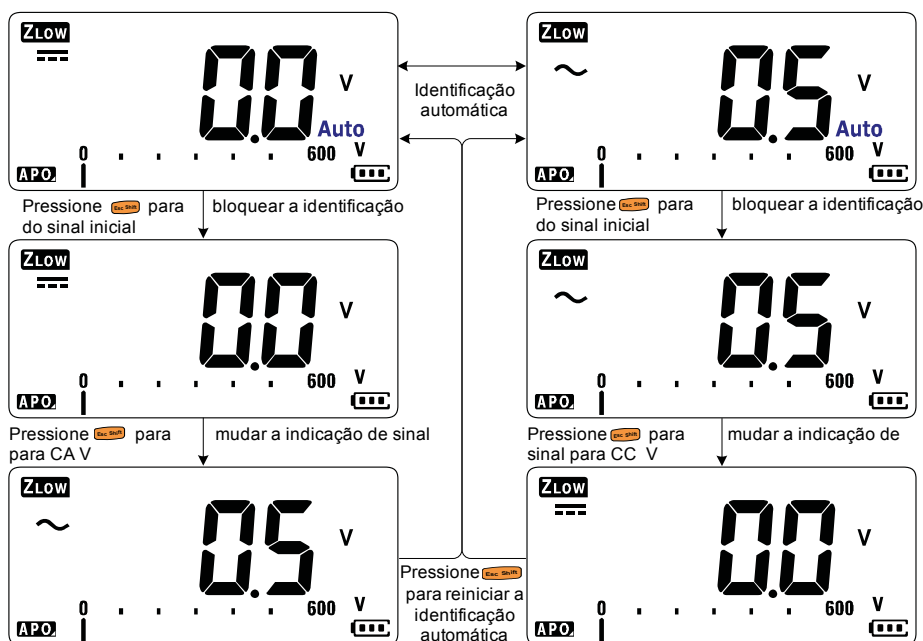

Figura 2-7 Fluxo de identificação automática de VZ_{LOW}
- Pressione **Esc Shift** uma vez para travar a identificação de sinal inicial ($CA\ V$ ou $CC\ V$). Pressione **Esc Shift** novamente para trocar a indicação de tensão CA e CC no mostrador principal. Pressionar **Esc Shift** pela terceira vez irá reiniciar a identificação automática do sinal. Veja Figura 2-7 para saber mais.